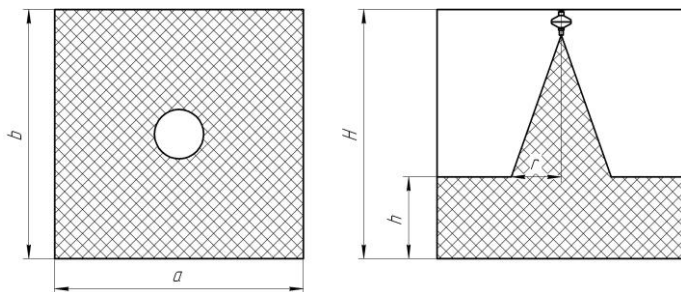

Рис.1
1.4. МПП могут применяться для тушения пожара на всей защищаемой площади локального тушения, на части площади или объема, или тушения всего защищаемого объема. При этом расчет количества и расположение модулей производится в соответствии с конфигурацией распыла (рис. 1, таблица 2).
2.2 Огнетушащая способность и конфигурации распыла порошка МПП «Ураган-36М-ВС» в защищаемой зоне при тушении очагов пожара классов «А» и «В» на закрытой площадке приведена на рис.1 и таблице 2.